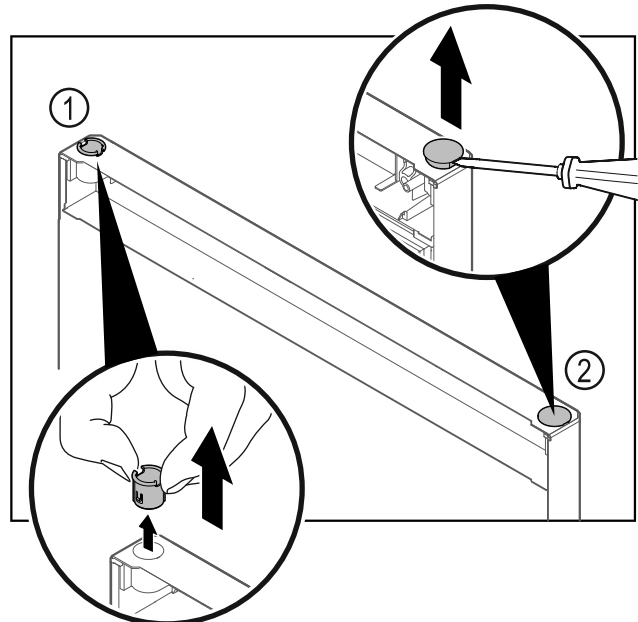

Fig. 30
- Pouzdro závěsu Fig. 30 (1) vytáhněte prsty.
- Krycí zátku Fig. 30 (2) opatrně nadzvedněte plochým šroubovákem a vytáhněte.